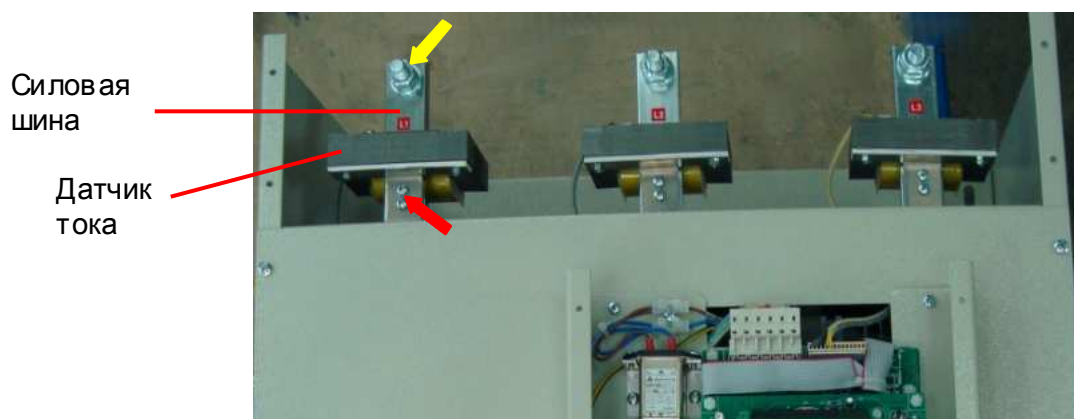

Рис. 6.14
6.9.3. Открутить гайку (рис. 6.14, желтая стрелка), демонтировать комплект болтового соединения силовой шины (болт, гайка, шайба, гровер) и положить его в тару.
6.9.4. Выкрутить два винта (рис. 6.14, красная стрелка), демонтировать датчик тока вместе с крепежным кронштейном и положить его в тару.